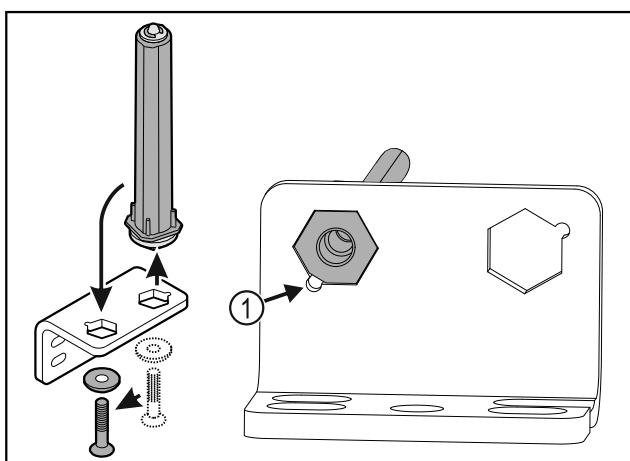

Fig. 26
- Uzmaniet, lai ievietošanas laikā tapas nošļaupums Fig. 26 (1) būtu vērts pret apaļo caurumu.